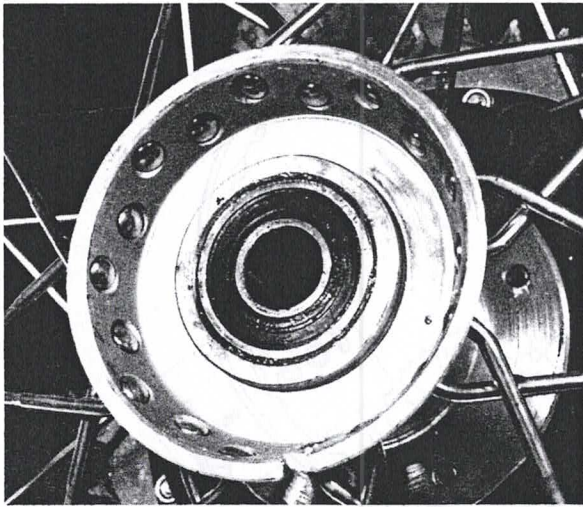

Bild 173
- Die Hinterradlager sind gleich angeordnet wie die Vorderradlager, und zwischen den Lagern befindet sich ebenfalls eine abgesetzte Distanzbüchse (Bild 173). Die Lager werden von der Innenseite her ausgetrieben, das zweite Lager mit Hilfe der Distanzbüchse.